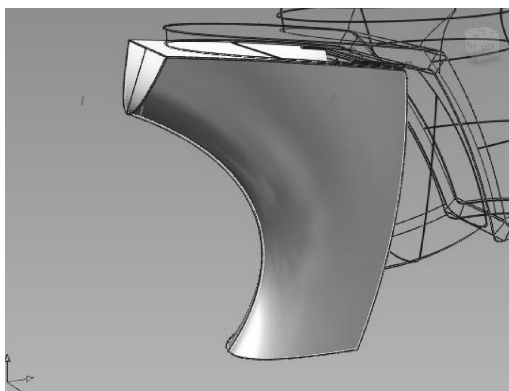
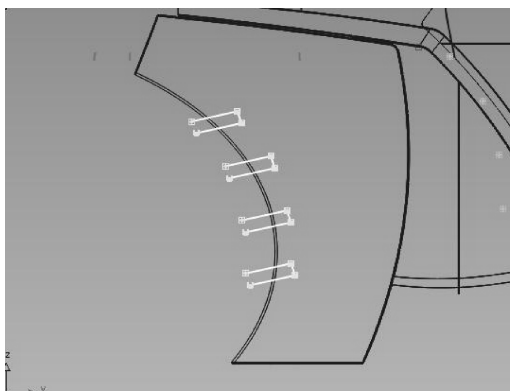

图 10-79 创建偏移曲面
图 10-80 生成切割曲线
- 02 选择如图 10-79 所示曲面, 选择【Draft/flange】工具, 将曲面向内偏移 5, 然后选择【Edit Point Curve】工具, 生成如图 10-80 所示切割曲线。